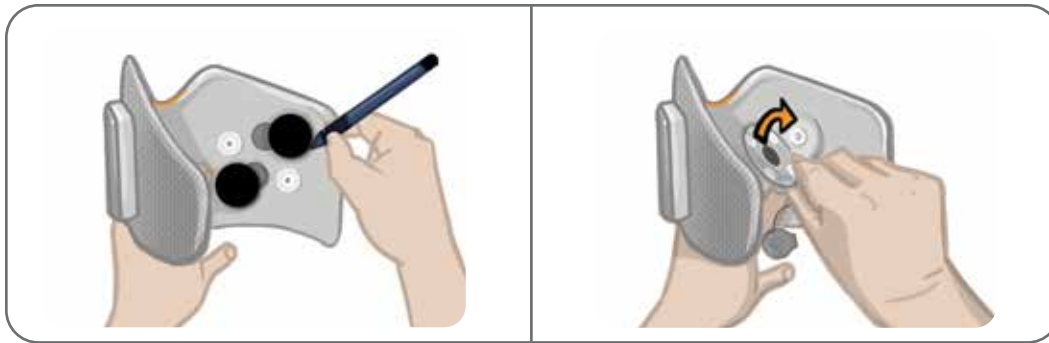

Abbildung 11-5: Position der Elektrodenbasis markieren (links)
1. Nehmen Sie die Kabelabdeckungen ab, und markieren Sie die Position der gebrauchten Elektrodenbasen mit einem wasserfesten Stift auf dem Innenfutter der Manschette. Siehe Abbildung 11-5.
2. Lösen Sie die Druckknöpfe der Elektrodenbasen aus den Löchern. Siehe Abbildung 11-5.